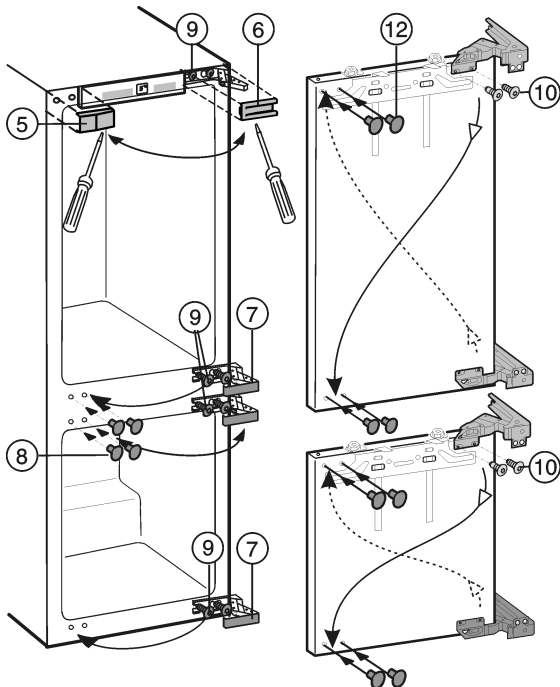

Fig. 3
- Afdekkingen Fig. 3 (5,6,7,8) met een schroevendraaier naar voor trekken en afnemen.
- Schroeven Fig. 3 (9) boven en onder aan het apparaat alleen losser draaien.
- Schroeven Fig. 3 (9) aan de andere kant aanbrengen, kort inschroeven.
- Schroeven Fig. 3 (10) losdraaien en de scharnieren diagonaal omklappen.
De schroeven Fig. 3 (10) zijn zelfsnijdend: accuschroevendraaier gebruiken.
- Met stoppen Fig. 3 (12) om de vrijgekomen bevestigingsgaten te dichten.
- Deuren in de voorgemonteerde schroeven Fig. 3 (9) hangen en schroeven met 4 Nm goed aandraaien.